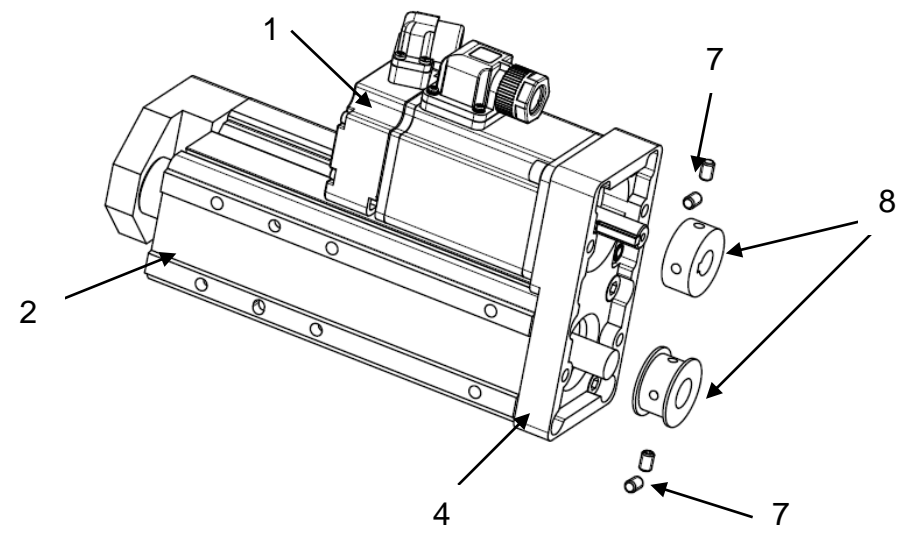

Рисунок 15 – Установка шкивов.
3) установить шкивы (поз. 8) на вал модуля (поз. 2) и двигателя (поз. 1) (см. рисунок 15). Закрепить шкивы при помощи винтов (поз. 7);